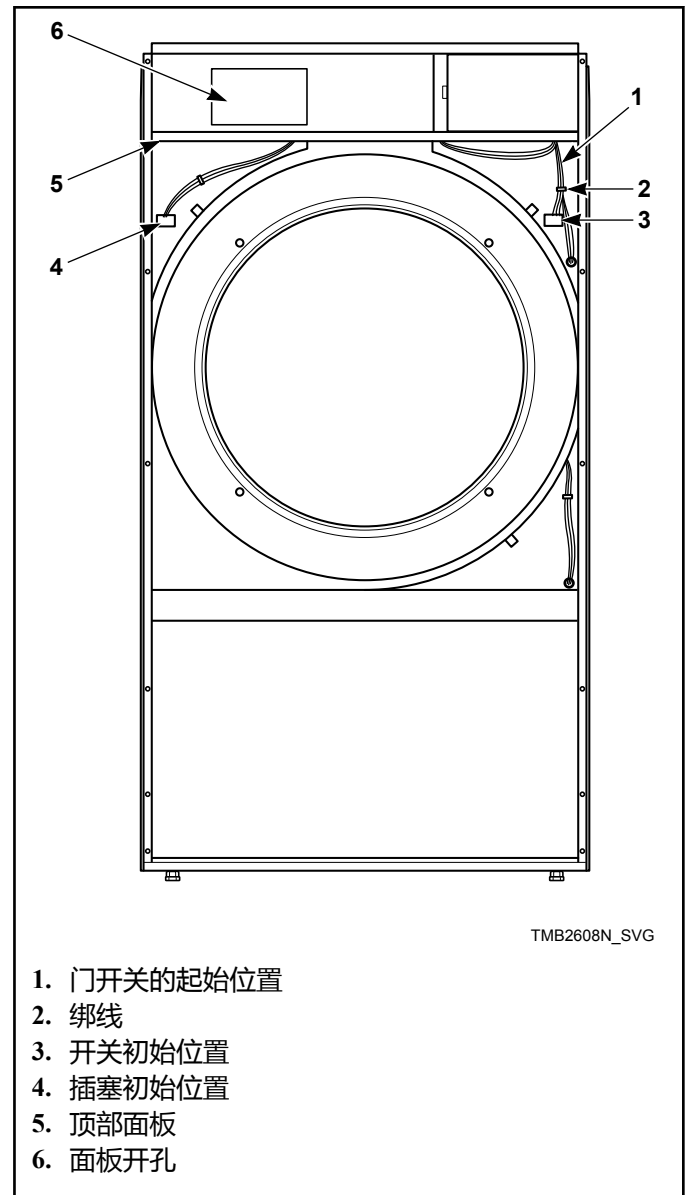

图 10
7. 剪断绑线，松开捆绑在一起的门开关线束。注意不要损坏线束。参见图 10。